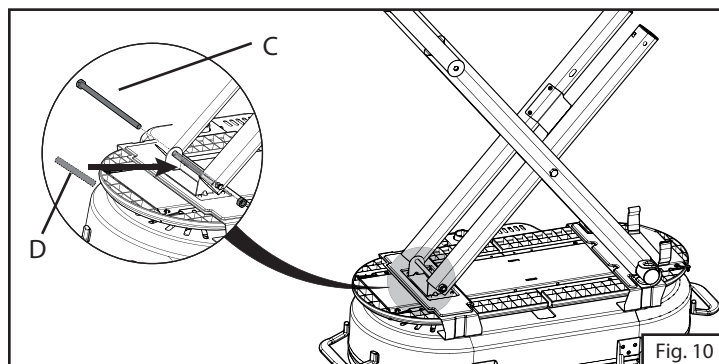

Fig. 10
7. Fije la pata de la manija a la base de la parrilla con el perno C y el espaciador D. (Fig. 10)